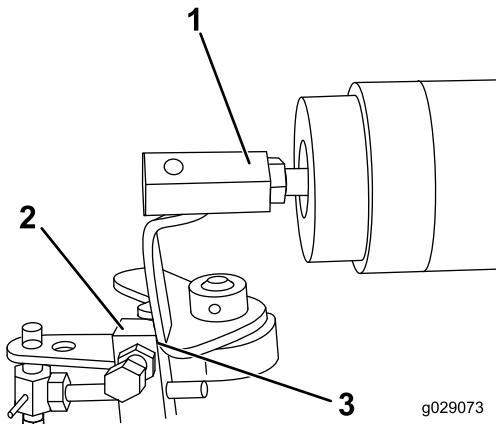

図 15
- ソレノイドのプランジャを手すらして、プランジャが完全に伸びた状態で燃料ディストリビュータから離れた状態にする 図 15。
10. プランジャがコイルによって伸びた状態に保持されている状態のまま、エンジン停止ソレノイドを燃料ディストリビュータの方にすらしてエンジン停止レバーを燃料ディストリビュータのハウジングに当てる 図 15。